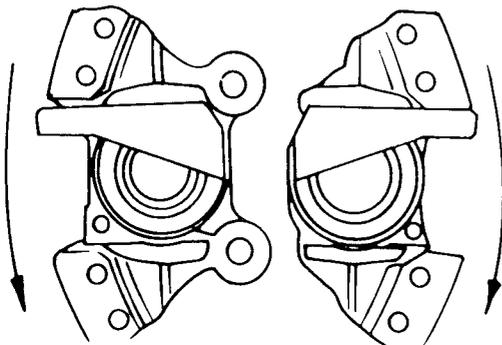

Bild 186
- Kolben mit einer Kolbenlehre (siehe Bild 186) in die vorschrittmässige Lage setzen. Der Kolben ist mit zwei Absätzen versehen, welche entsprechend auszurichten sind. Die Lehre hat einen Winkel von 20° und der Kolben ist entsprechend zu verdrehen, bis die Lehre, wie im Bild gezeigt, eingesetzt werden kann.